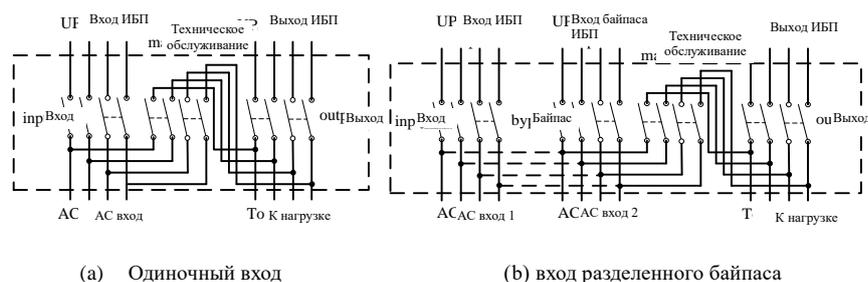

Рис. 6-1: Внешний байпас для технического обслуживания
4. Если требуется техническое обслуживание стойки ИБП, требуется внешний выключатель байпаса для технического обслуживания. Если доступен внешний выключатель байпаса для технического обслуживания, замкните внешний выключатель байпаса для технического обслуживания и разомкните внешний выключатель входа и внешний выключатель выхода; после этого можно выполнить техническое обслуживание стойки ИБП. Рекомендуется устанавливать внешний выключатель для технического обслуживания согласно *Рис. 6-1*: